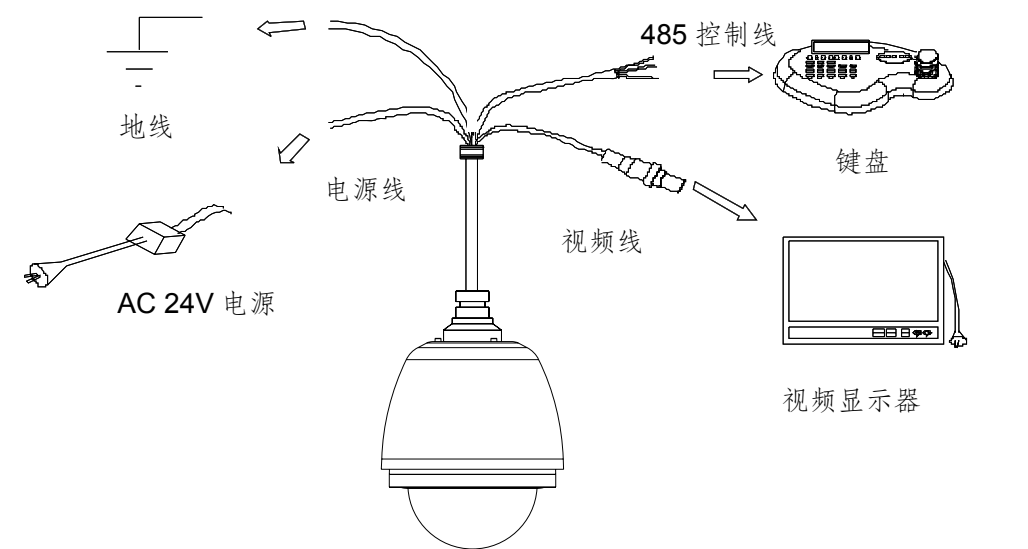

图 3-5
参见图 3-4B，打开支架出线门，参照表 3-8 与图 3-5 连接外部线缆，整理线束之后紧固支架出线门。
- 3) 连接方式如图 3-5。
- 1) 外部线缆连接：将球机引出的电源线、视频线、**RS485** 控制线、地线与外界线缆连接好，参见图 3-5。